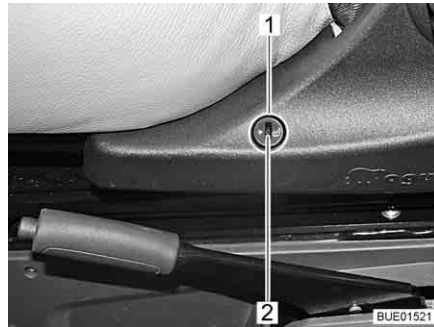

Fig. 30 Interruptor Calefacción de asiento
- Pulsar la parte inferior del interruptor (Fig. 30,1) en el lado izquierdo de la consola del asiento.
- Para ajustar una potencia calorífica más baja, girar la rueda de ajuste (Fig. 30,2) hacia "0".
- Para ajustar una potencia calorífica más alta, girar la rueda de ajuste (Fig. 30,2) hacia "5".
- Pulsar la parte superior del interruptor (Fig. 30,1) en el lado izquierdo de la consola del asiento.